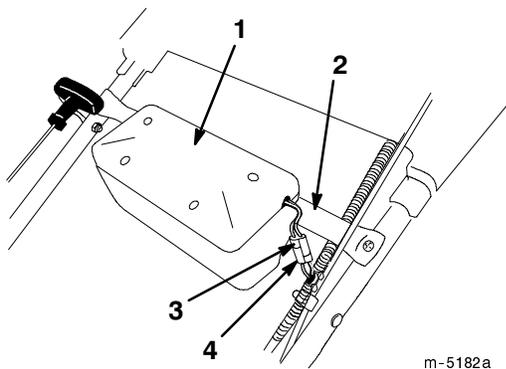

Bild 5
2. Fluchten Sie die Stifte am Batteriegehäuse mit den Löchern der Batteriehalterung aus und senken die Stifte so weit in die Löcher ab, dass die Batterie in ihren Einbauplatz einschnappt (Bild 5).
3. Klemmen Sie das Batteriekabel am Kabelbaumkabel im gewellten Rohr (Bild 5) an.